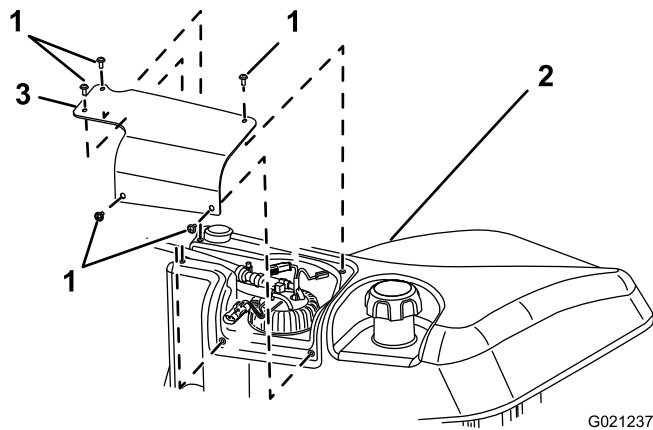

Figura 51
1. Retire los 5 tornillos que sujetan la tapa de la bomba de combustible al depósito de combustible, y retire la tapa (Figura 51).